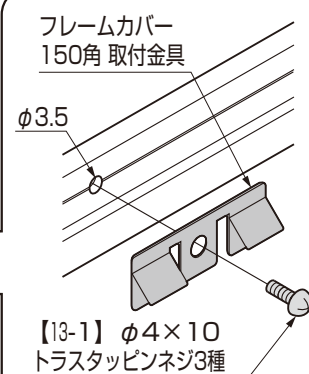

図6-4
- フレームカバー150角には、取付金具を取付ける為の下穴加工 $\phi 3.5$ があいています。（図6-4参照）